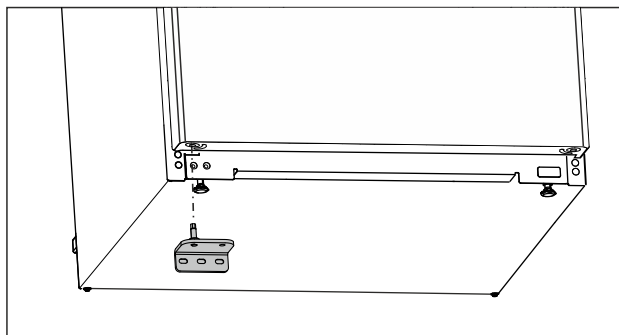

Fig. 16
- ▶ Umetnite donje ležajno postolje na suprotnu stranu. (pogledajte Fig. 16)